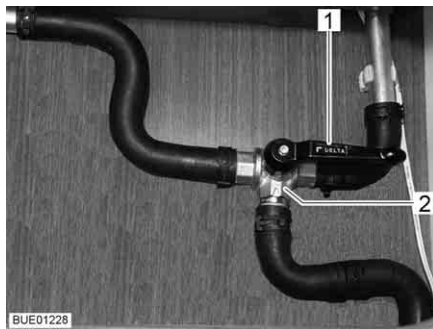

Bild 171 3-Wege-Ventil
- Den Hebel (Bild 171,1) des 3-Wege-Ventils (Bild 171,2) parallel zur geraden Durchflussrichtung (Bild 171) stellen.
- Den Hebel (Bild 171,1) des 3-Wege-Ventils (Bild 171,2) quer zur geraden Durchflussrichtung stellen.